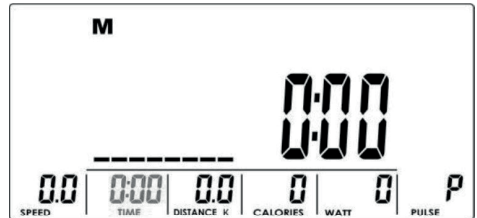
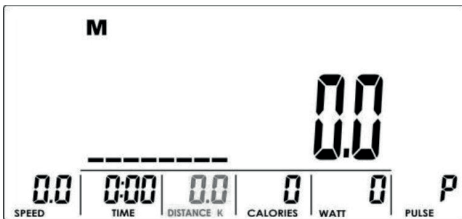
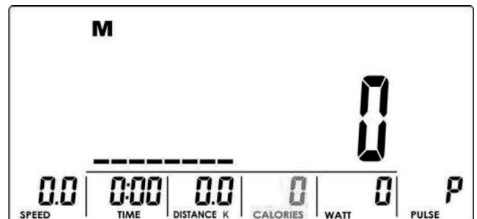
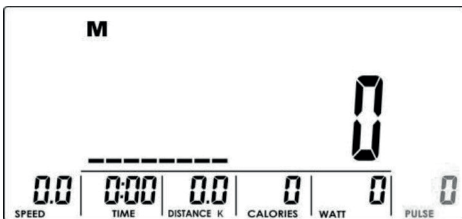

Abbildung 5
Abbildung 6
Abbildung 7
Abbildung 8
4. Verwenden Sie die UP / DOWN-Tasten, um TIME (Abb. 5), DISTANCE (Abb. 6), CALORIES (Abb. 7) und PULSE (Abb. 8) einzustellen. Drücken Sie zur Bestätigung MODE.